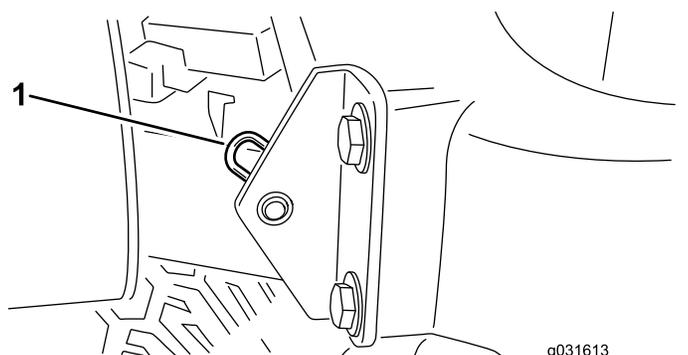

Figure 62
2. Retirez la goupille fendue qui fixe le pivot de capot aux supports (Figure 62).